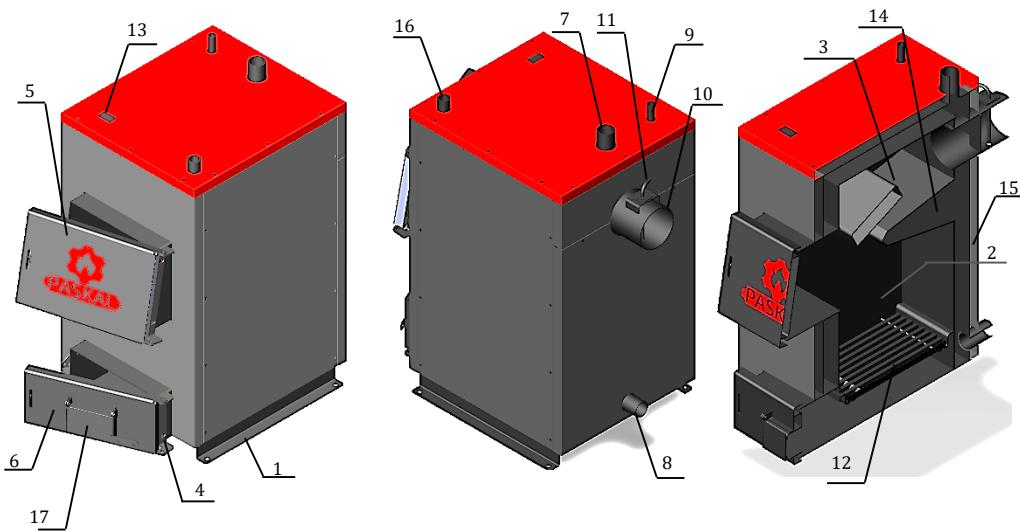
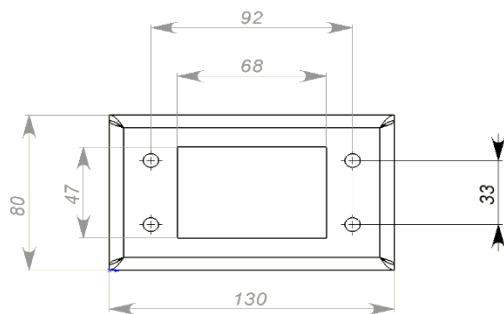

Рисунок 2 – Основні елементи котла
Рисунок 3 – Габаритні розміри фланця клапана подачі повітря
Конструктивно котел являє собою збірно-зварену конструкцію, що складається з корпусу (поз. 1, рис. 2) з камeroю згоряння (топкою) (поз. 2, рис. 2). Конвекційна частина котла складається з двоходового теплообмінника (поз. 3, рис. 2), який розташований безпосередньо над топкою. Для моделі Paskal ES 14 конвекційна частина складається лише з одного нижнього теплообмінника.
Корпус котла виконаний в формі паралелепіпеду з подвійними стінками, які розділені водними перегородками (поз. 14, рис. 2). На зовнішній поверхні корпусу під декоративною обшивкою закріплена теплова ізоляція. (поз. 15, рис. 2).
Паливо для процесу спалення завантажується на колосникові грати (поз. 12, рис. 2) крізь завантажувальні дверцята (поз. 5, рис. 2). Згоряння палива в топці відбувається за участю повітря, яке постачається крізь вікно клапана подачі повітря (поз. 17, рис. 2), що закривається кришкою, під колосникові грати. Кількість повітря, необхідного для процесу згоряння, регулюється механічним регулятором тяги (не показаний на рис.2), або автоматично (за допомогою вентилятора з системою автоматики. Регулятор тяги/автоматика керування не входять до комплекту поставки котла.
Підведення і відведення теплоносія здійснюється відповідно через патрубки зворотної мережної води (поз. 8, рис. 2) і прямою мережної води (поз. 7, рис. 2).
Топочні гази виходять у димохід крізь боров (поз. 10, рис. 2), розташований у задній частині котла. Боров обладнано вбудованим дросельним клапаном продуктів згоряння – шибером (поз. 11, рис. 2). У випадку надто високої тяги у димоході шибер дає можливість її знизити шляхом часткового перекривання вихідного отвору борова.
У верхній частині корпусу котла розташований штуцер для встановлення запобіжного клапана котла (поз. 9, рис. 2). Запобіжний клапан не входить у комплект поставки.
Ревізійний дверцята (поз. 6, рис. 2), що розташовані на передній стінці котла, необхідні для періодичного чищення колосниковых грат, а також для можливості спорожнення підколосникової зони.
Для можливості періодичного обслуговування (чищення) теплообмінника передбачені дверцята поз. 4 (рис. 2).
Для встановлення вентилятора нагнітання повітря під колосники, що буде керуватись автоматикою, необхідно зняти клапан подачі повітря (поз. 17, рис. 2) і встановити замість нього обрану модель вентилятора та відповідну систему автоматики (рис. 3).
Приєднання котла до опалювальної системи необхідно здійснювати за допомогою муфт або фланців. Трубопровід прямої мережної води потрібно приєднати до патрубка прямої мережної води (поз. 8, рис. 2). Трубопровід зворотної мережної води потрібно приєднати до патрубка зворотної мережної води (поз. 9, рис. 2).
8.6.1 Провести завантажування палива в топку котла. Для цього відкрити завантажувальні дверцята (поз. 5, рис. 2) та укласти на колосникові гратеги (поз. 12, рис. 2) шар палива до меж нижньої кромки завантажувальних дверцят. На укладений шар палива розмістити розпалювальний матеріал: папір, тріски, дрова (у перелічений послідовності). Повністю відкрити шибер (поз. 11, рис. 2) на борові котла.
8.6.4 Коли температура теплоносія дійде до 60 °C, через декілька хвилин відкоригувати підвіску ланцюжка регулятора тяги таким чином, щоб кришка клапана подачі повітря (поз. 17, рис. 2) залишалась відкритою на 1-2 мм.
Для забезпечення герметичності дверцят поз. 5, 6 (рис. 2) необхідно кожні два тижні змащувати ущільнюючі шнури дверцят графітним мастилом.
Перед повторним завантаженням палива необхідно відкрити дверцята поз. 6 (рис. 2), відкрити заслінку, та провести чистку колосникових грат за допомогою скребка. Закрити заслінку та дверцята поз. 6 (рис. 2). Потім відкрити завантажувальні дверцята та завантажити необхідну кількість палива. Повторити процедуру розпалювання (див. п. 9.1).